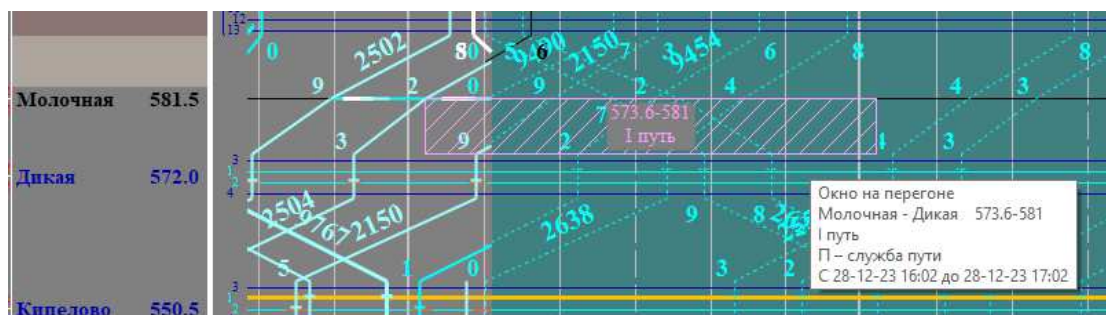

Рис.192. Окно на перегоне
1. «Окна» на поле графика отображаются прямоугольником красного (если не назначен другой цвет) цвета, ограниченным по станциям – станциями перегона действия «окна», по времени – временем начала и окончания действия «окна». В случае, если фактическое время окончания «окна» превышает время окончания «по приказу» – будет показана передержка «окна». Штриховка внутри «окна» обозначает закрытый главный путь перегона. Штриховка в четном направлении, что закрыт четный главный путь перегона, в нечетном – нечетный главный путь, сплошная штриховка – закрыты все главные пути (перегон закрыт полностью). (см. рис. 192)
3. Для получения информации по «окнам» подвести указатель «мыши» к периметру (ограждающим линиям «окна») «окна», дождаться изменения цвета выбранного «окна» и появления всплывающего окна с информацией об «окне» (см. рис. 192).